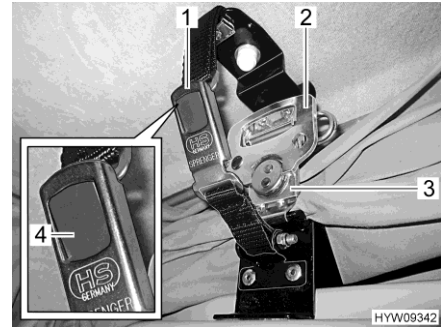

Bild 56 Verriegelung (Aufstelldach)
- Auf beiden Seiten Schnappschloss (Bild 56,1) öffnen. Dazu grauen Druckknopf (Bild 56,4) drücken.
- Jeweils Griff (Bild 56,2) des Schnellspannverschlusses (Bild 56,3) ausklappen und eine halbe Umdrehung entgegen dem Uhrzeigersinn drehen. Die Verriegelung ist damit gelöst.